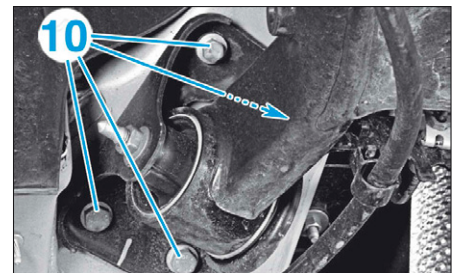

FIG. 46
- Déposer, de chaque côté, les vis de fixation (10) (Fig.46).